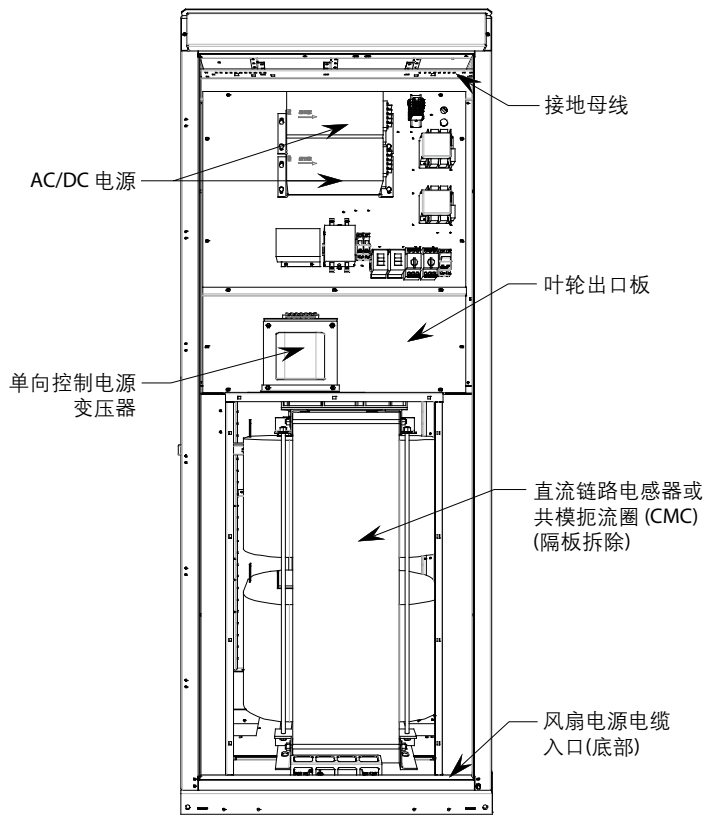

图 5.42 - 显示控制面板的直流链路与风扇柜组件
1. 卸下直流链路隔板和叶轮出口板(请参阅图 5.42)。拆除入口环出口板前面的电气部件。